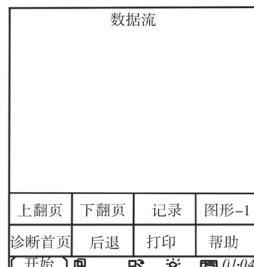
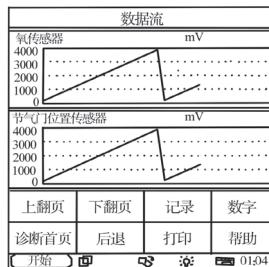

图1-15 单击“图形-1”
图1-16 波形显示数据流
STEP 15 单击数据流界面右下角的“图形-1”按钮，还可以把所读的数据流变成波形的形式显示，如图1-15、图1-16所示。